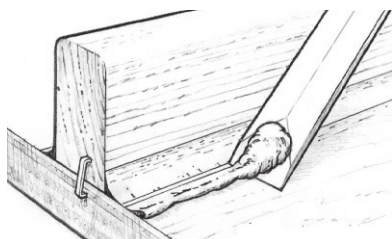

Figure 14 Nettoyez l'excès d'époxyde en dehors de la marge du flanc de raccordement.
3. Nettoyez le surplus du matériel en dehors de la marge à l'aide d'un bâton mélangeur ou un couteau à mastic (Fig. 14). Un tissu ou ruban en fibre de verre peut être mis par-dessus le flanc de raccordement avant qu'il durcisse (ou après qu'il soit durci et poncé).